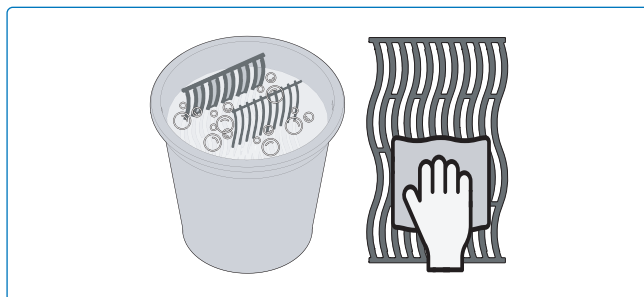

Fig. 17
2. Risciacquare con acqua calda e asciugare accuratamente con un panno morbido per prevenire la ruggine (**Fig. 17**).